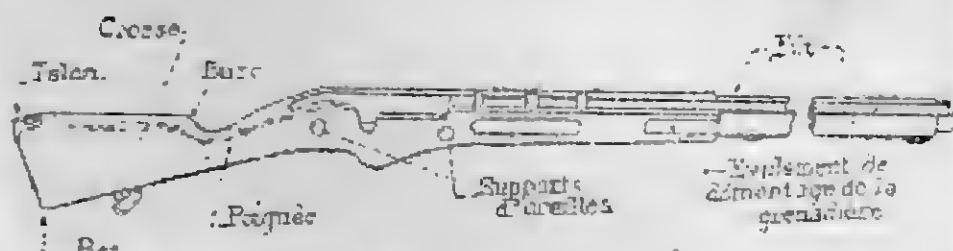

Fig. 18. -- Monture.
17. La monture (fig. 18) est en bois, d'une seule pièce; elle comprend : le fût, avec l'évidement pour le démontage de